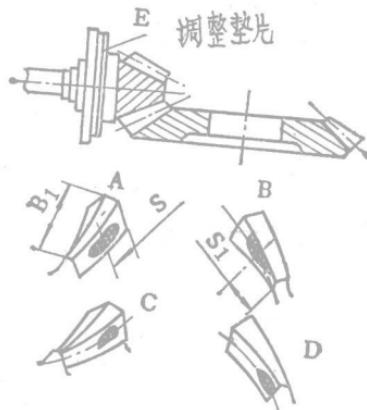

图1—7 中央传动齿轮啮合印痕的调整
1. 喷合印痕的检查和调整：中央传动齿轮副的喷合印痕长度应占整个齿长的40—80%，喷合印痕中心到大端的距离 S 应为 $0.4B_1 \pm \frac{4}{5}$ (B_1 为齿长)。调整前先检查喷合印痕是否合乎要求。若不符合此要求，可增减垫片进行调整(见图1—7)。